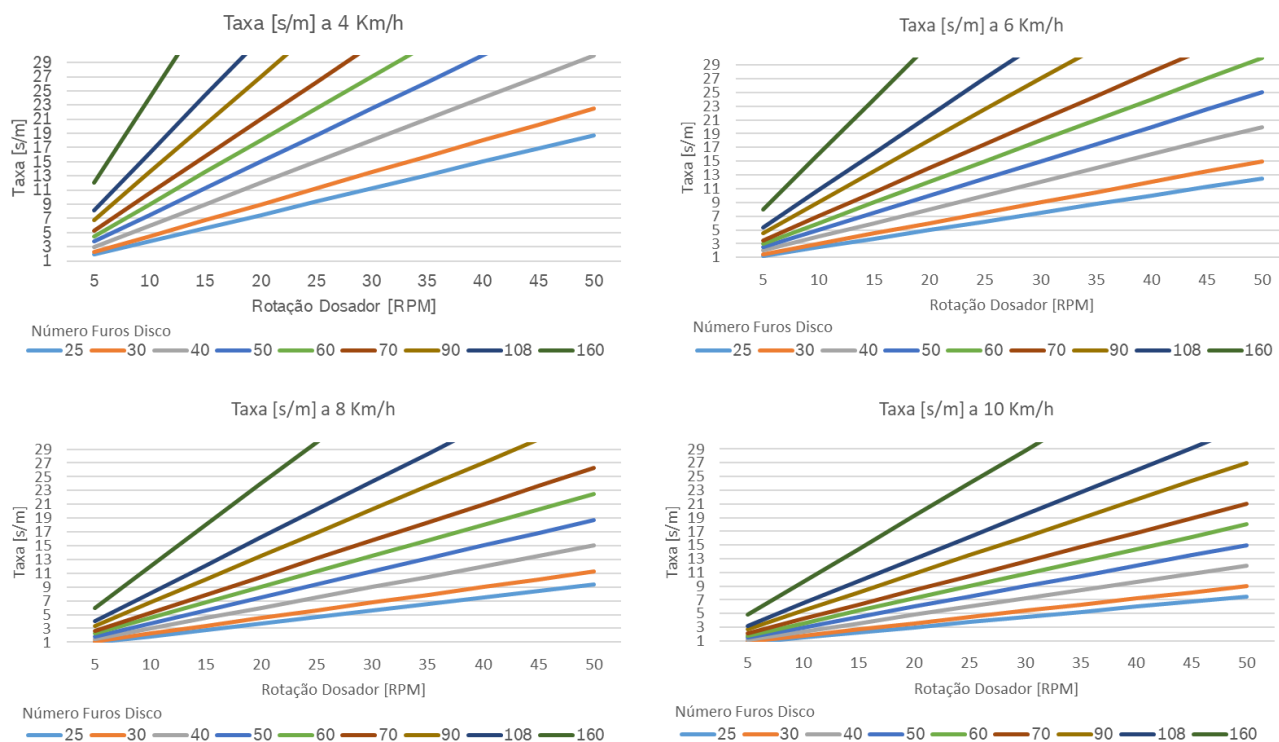

Figura 1 - Taxa de deposição de sementes
A taxa de deposição de sementes está diretamente relacionada à velocidade de deslocamento e número de furos do disco selecionado. Na Figura 1 é possível encontrar a taxa de aplicação de sementes por metro para as velocidades de plantio e discos mais usuais. Durante a configuração de um trabalho, item 4, o sistema informará se a taxa selecionada é compatível com a configuração da semeadora realizada no item G). Alterando a velocidade de deslocamento ou o disco de sementes do dosador é possível adequar a taxa desejada as curvas de operação do sistema.